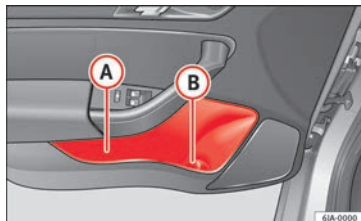

Fig. 160 Portaobjetos en el revestimiento de la puerta.
En la parte (B) » fig. 160 del portaobjetos de la puerta delantera se encuentra un portabottellas.
Para no limitar el radio de acción de los airbags laterales, sólo utilice la parte (A) » fig. 160 del portaobjetos en la puerta delantera para almacenar objetos que no sobresalen de este.